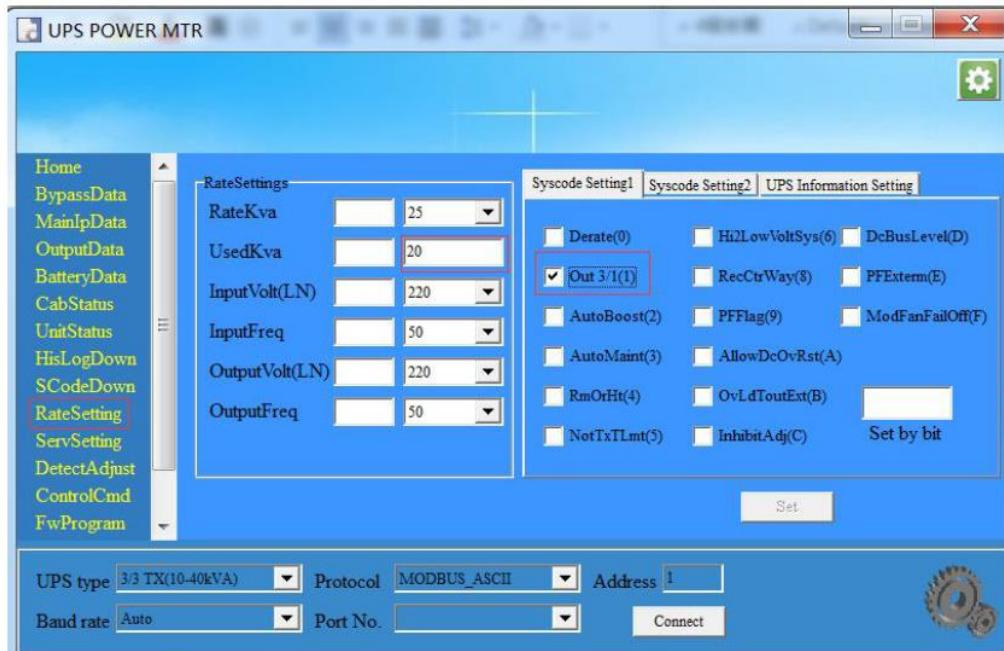

Рисунок 13. Интерфейс настройки программного обеспечения MTR
- 1.3. Включите ИБП; Используя ПО (Рисунок 13), измените номинальную емкость и используйте емкость до 20, включите опцию Out 3/1. После этого отключите питание и включите ИБП.